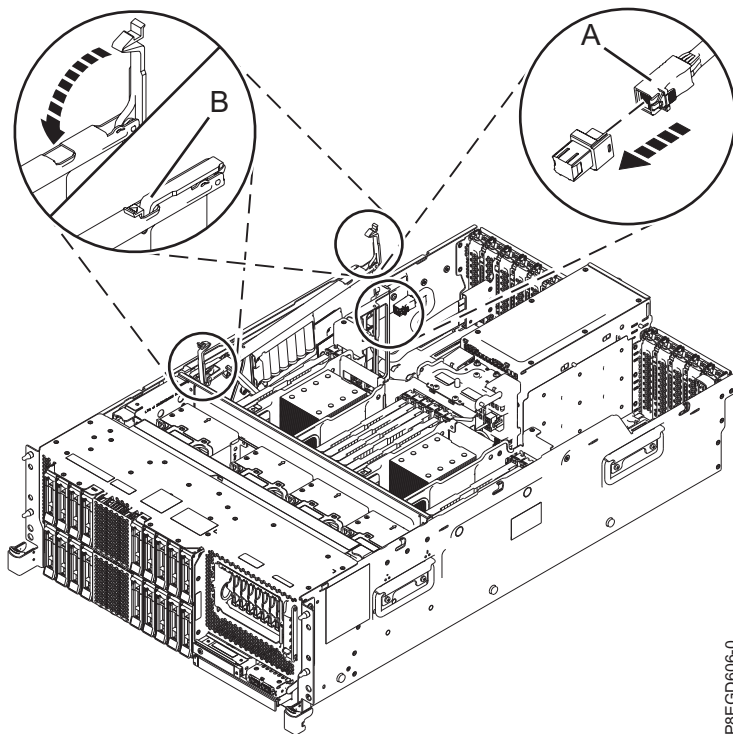

Abbildung 8. Hinteres SAS-Kabel in Steckplatz C15 austauschen
7. Verbinden Sie das hintere SAS-Kabel an der Oberseite (**A**) mit dem hinteren Anschluss des internen SAS-RAID-Adapters (siehe Abb. 8 auf Seite 10).
8. Schließen Sie die Installation des internen SAS-RAID-Adapters ab, indem Sie ihn jetzt vollständig absenken. Stellen Sie sicher, dass der Adapter auf dem Justierstift installiert wurde. Drücken Sie die blauen Griffe (**B**) in die angezeigte Richtung. Siehe Abb. 8 auf Seite 10.